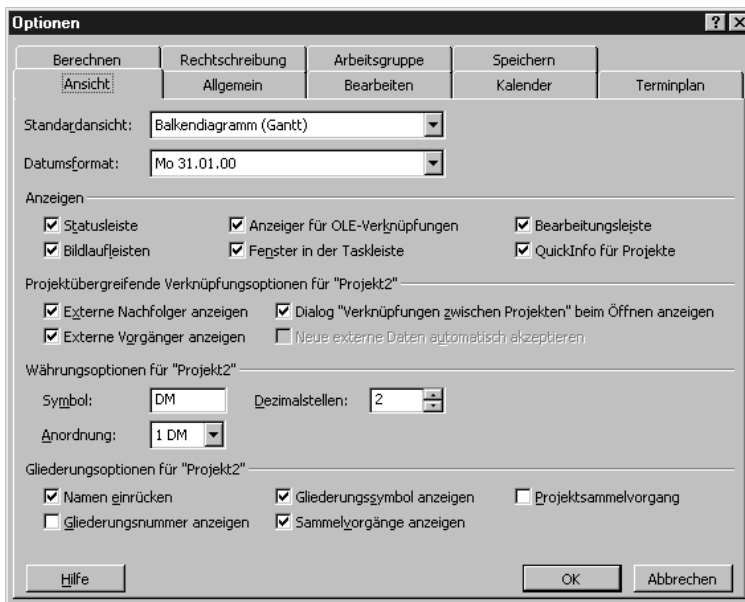

Abbildung 3.6:
1. Gehen Sie im Menü auf EXTRAS, OPTIONEN, um das Dialogfeld OPTIONEN anzuzeigen (siehe Abbildung 3.6).